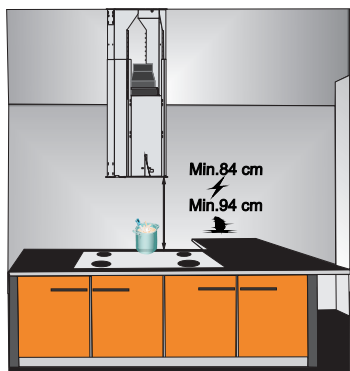

Figura 4
- 1) A distância entre o bloco de motor e a placa de gás deve ser de 84cm, a distância entre uma placa eléctrica deve ser de 94cm Figura 4